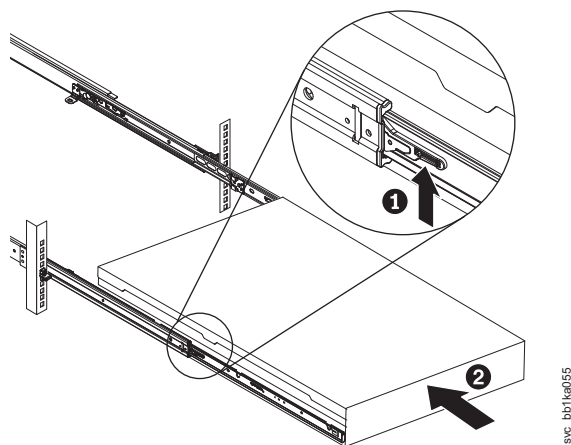

図 326. ラックのスライド・レールの ロック・レバーを上げる
18. スライド・レール上のロック・レバー (図 326 の **1**) を上げて、サーバー **2** を、所定の位置にカチッと音を立てて収まるまで、ラック内に完全に押し込みます。